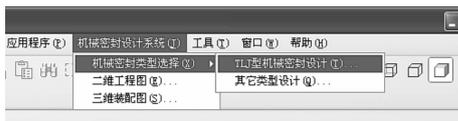

图 4 定制的菜单界面
定制的菜单界面如图 4 所示,相关菜单定义示例代码如下[6]:
用户点击图 4 中的 TLJ 机械密封设计(T) 菜单,进入图 5 界面输入工况参数,选择安装形式后,进入密封零部件选择窗口(图 6),详细设计零件。图 7 显示弹簧座设计界面以及新弹簧座模型。